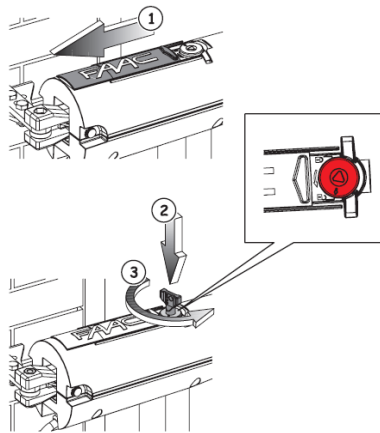

Рис.1
- 2) Сдвинуть защитную крышку, см. рис.1.
1. Переместить декоративную защитную пластину, как показано на рис.1 поз.1